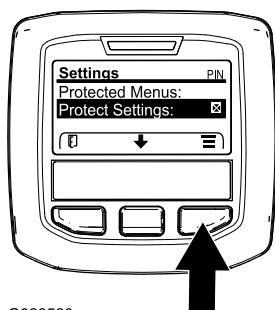

Figura 15
1. Desde el menú PRINCIPAL, utilice el botón central para desplazarse hacia abajo hasta el menú CONFIGURACIÓN y pulse el botón derecho (Figura 15).